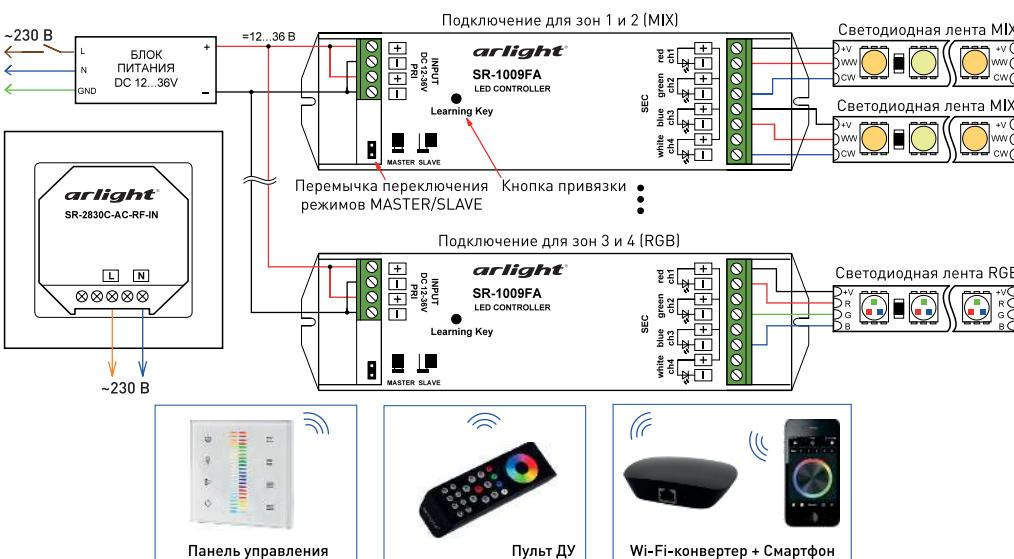

Рис. 3. Схема подключения оборудования на примере контроллеров SR-1009FA.
- Подключите контроллеры и светодиодную ленту (см. инструкции к используемому оборудованию). Пример подключения контроллеров приведен на Рис. 3.